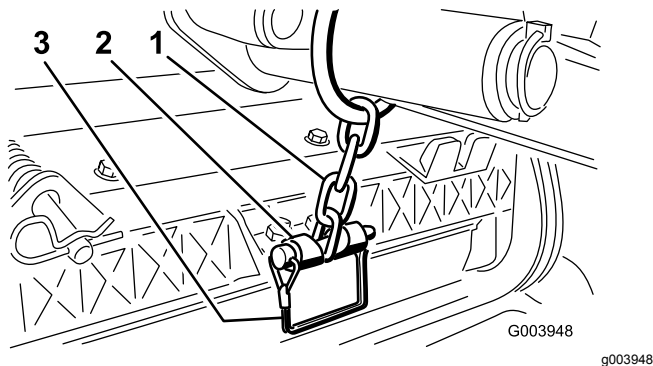

Bild 12
12. Befestigen Sie die Hubarmkette Ständer mit dem Einraststift an der Kettenhalterung (**Bild 12**).